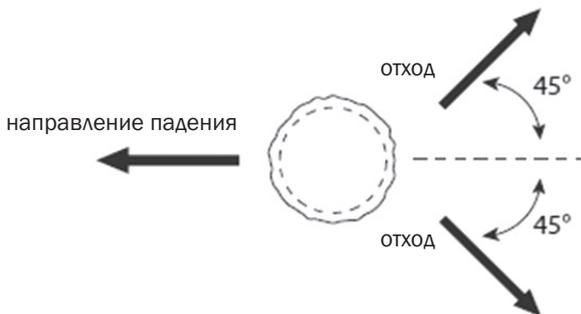

Рис. 5
- Перед началом спиливания следует спланировать и очистить путь отхода для чрезвычайных ситуаций. Путь отхода должен быть направлен назад и по диагонали по отношению к предполагаемому направлению падения (Рис. 5).